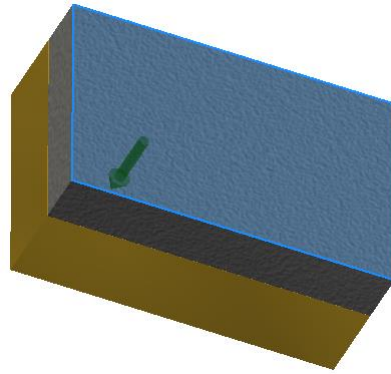

Рис. 3.77. Выбор плоскости
4. Щелкните на кнопке «Начальная плоскость». Выберите верхнюю грань первой пластины (рис. 3.77).